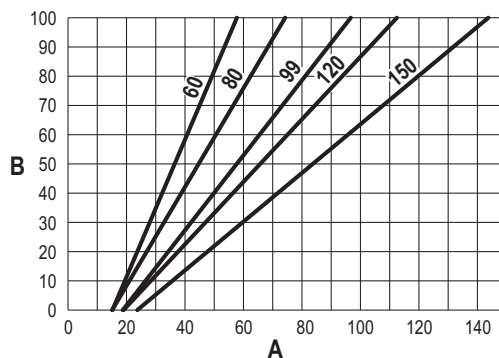

рис. 74
- Используйте **контекстные клавиши 1 и 2** для увеличения или уменьшения теплопроизводительности (минимальная = 00, максимальная = 100). См. диаграмму "Регулировка теплопроизводительности" (рис. 74).